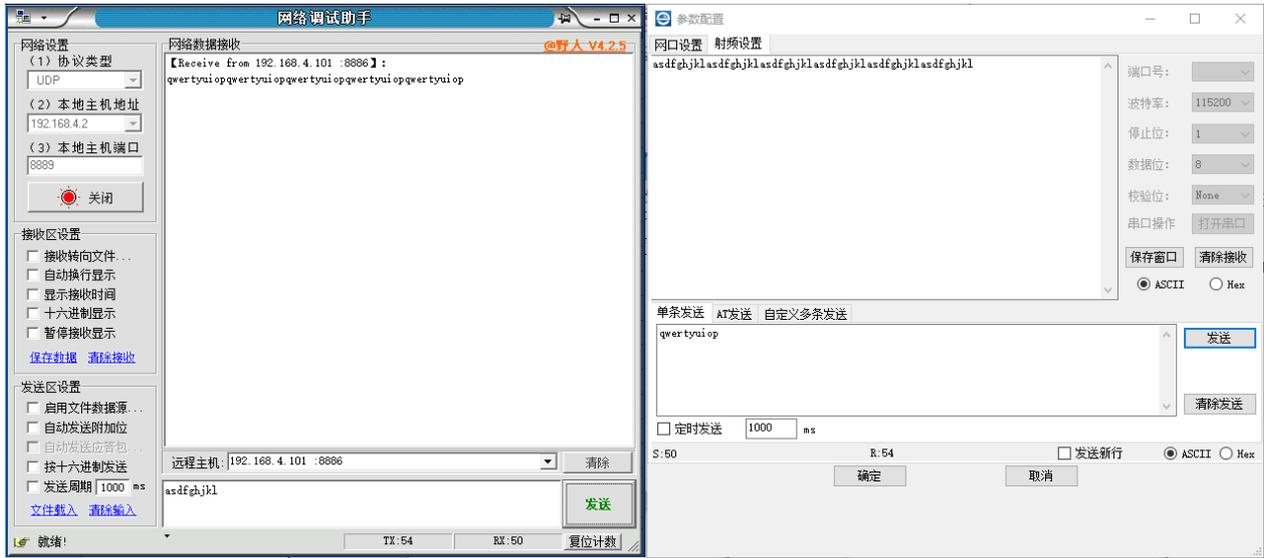

图 6-15 数据透传
(2) 如图 6-15 打开网络测试工具，选择类型 UDP，选择 IP(UDP Client 设备的目标 IP)，填写端口(UDP Client 设备的目标端口)——>打开，使用“亿佰特网络配置工具”来监测传输的数据。